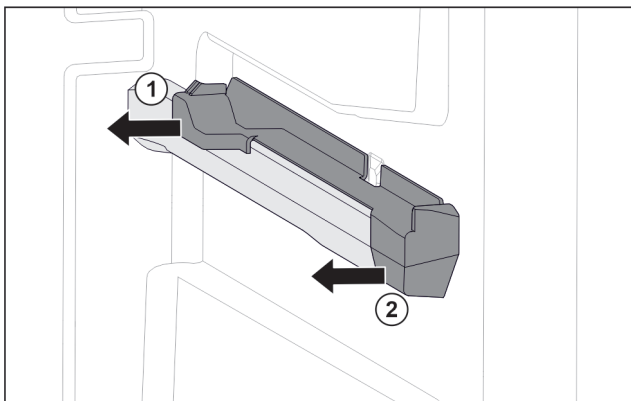

Fig. 127 Natični nastavek na desnemu nastavku za posodo
- Natični nastavek zadaj izvlecite v stran. Fig. 127 (1)
- Natični nastavek spredaj izvlecite v stran. Fig. 127 (2)